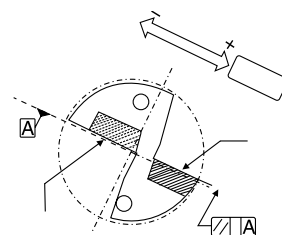

Рис. 2. Внешняя пластина обращена вверх.
1. Диаметр обработки можно регулировать, перемещая инструмент в направлении оси X. Направление движения оси X зависит от расположения инструмента. Чтобы увеличить диаметр отверстия, переместите инструмент вдоль оси X к внешнему краю. (Рис. 2, 3) Чтобы уменьшить диаметр отверстия, переместите инструмент в противоположном направлении вдоль оси X, но не более чем на 0,2 мм меньше диаметра сверла. В противном случае корпус сверла будет затирать по отверстию. (Рис. 4). Пример. При использовании диаметром 20 мм диаметр отверстия не может быть меньше 19,8 мм.